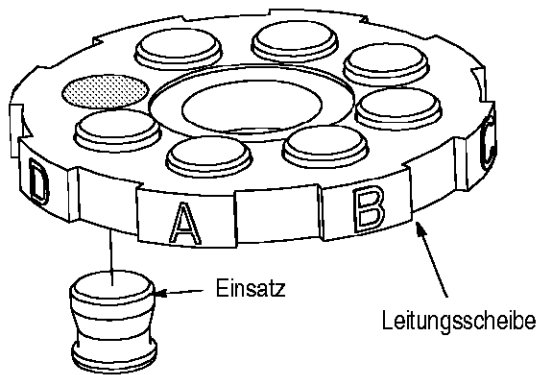

Abbildung 7
7. Entnehmen Sie die "Schnappsitz"-Einsätze der Leitungsscheibe, indem Sie sie von oben herausdrücken. Siehe Abbildung 7. Die Ansträgungen auf den Stiften und in den Bohrungen des Plastikträgers stellen sicher, dass diese sich nur in eine Richtung bewegen können. Entfernen Sie die Einsätze, die Sie ersetzen müssen. Notieren Sie sich die Positionen der jeweiligen Maße für A, B, C oder D.